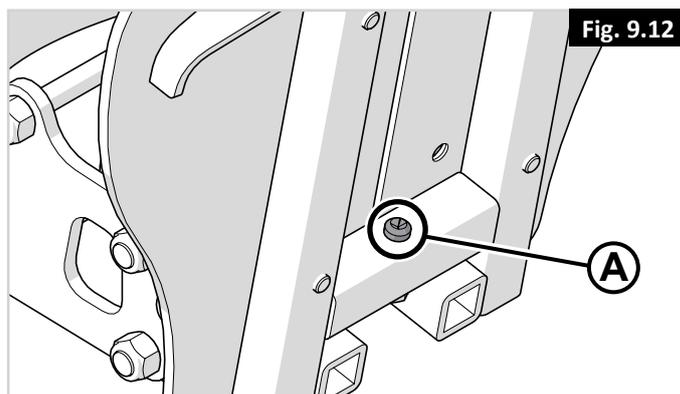

Fig. 9.12
2. Quindi, serrare (Fig. 9.12 – A) (chiave a brugola da 4 mm).